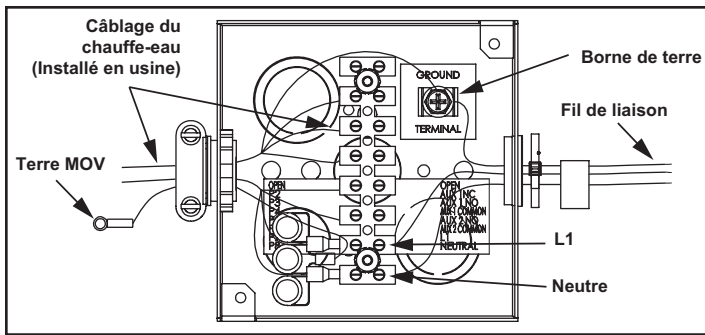

Figure 53. Raccordements d'alimentation électrique
Le fil de phase (« chaud ») de 120 V c.a. provenant de l'alimentation électrique se raccorde au fil volant noir ou à la borne « L1 » dans la boîte de jonction et le fil de neutre 120 V c.a. se raccorde au fil blanc ou à la borne « Neutre » dans la boîte de jonction pour assurer une polarité correcte. Voir **Figure 53**.
- Raccorder le fil de phase (« chaud ») de 120 V c.a. provenant de l'alimentation électrique au fil volant noir ou à la borne « L1 » dans la boîte de jonction située sur le dessus du chauffe-eau. Si le fil noir est utilisé, faire le raccordement à l'intérieur de la boîte de jonction avec un serre-fils de bonne dimension et enrouler du ruban isolant autour du serre-fils et de l'extrémité du fil. Voir la boîte de jonction à la **Figure 53** et le schéma de câblage à la **Figure 64** (page 71).
- Raccorder le fil de neutre 120 V c.a. provenant de l'alimentation électrique au fil volant blanc ou à la borne « Neutre » dans la boîte de jonction située sur le dessus du chauffe-eau. Si le fil blanc est utilisé, faire le raccordement à l'intérieur de la boîte de jonction avec un serre-fils de bonne dimension et enrouler du ruban isolant autour du serre-fils et de l'extrémité du fil. Voir la boîte de jonction à la **Figure 53** et le schéma de câblage à la **Figure 64** (page 71).
- Raccorder le fil de neutre provenant de l'alimentation électrique au fil volant vert ou à la borne de terre dans la boîte de jonction située sur le dessus du chauffe-eau. Si le fil volant vert est utilisé, faire le raccordement à l'intérieur de la boîte de jonction avec un serre-fils de bonne dimension et enrouler du ruban isolant autour du serre-fils et de l'extrémité du fil. Voir la boîte de jonction à la **Figure 53** et le schéma de câblage à la **Figure 64** (page 71).